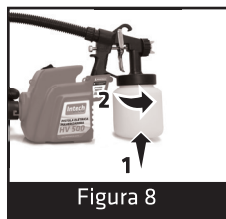

Figura 8
- Monte o recipiente na pistola ajustando-o firmemente (nunca pela pistola) (**Figura 8**)